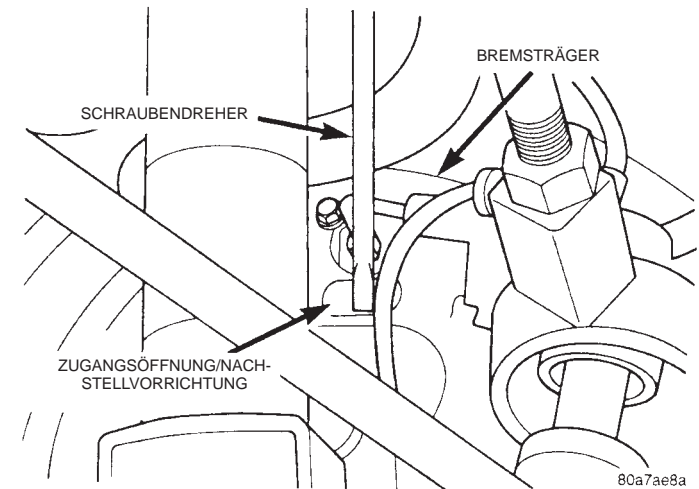

Abb. 170 Hinterrad-Bremsbacken einstellen
(4) Einen dünnen Schraubendreher durch die Zugangsöffnung im Bremsträger einführen (Abb. 170) und die Spitze mit dem Rändelrad an der automatischen Nachstellvorrichtung in Eingriff bringen. Den Griff des Schraubendrehers mehrmals nach unten (zum Boden hin) bewegen, bis beim Durchdrehen des Hinterrades ein Widerstand spürbar ist.